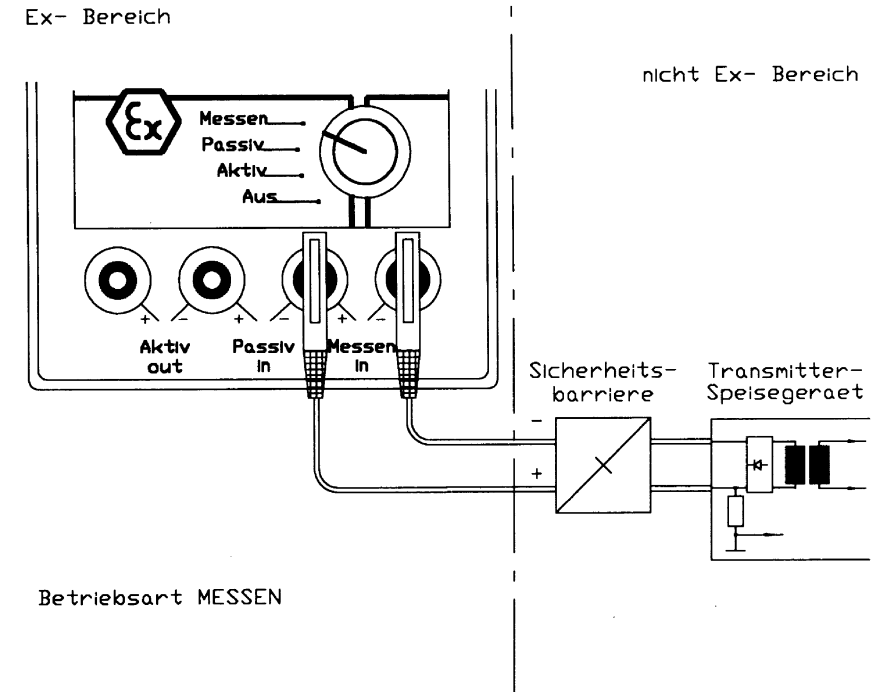

Bild 4: Ex mA21 mißt Ströme eigensicherer Stromkreise bis 100 mA
3.2.3 Betriebsart "Messen" (Bild 4)